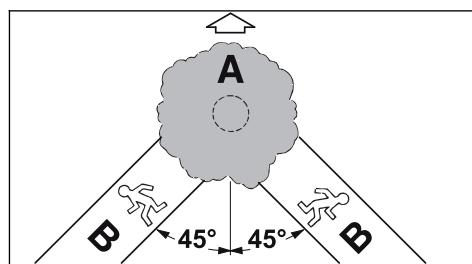

Рис. 13
- определить путь отхода для каждого рабочего – под углом около  $45^\circ$  против направления падения (рис.13);